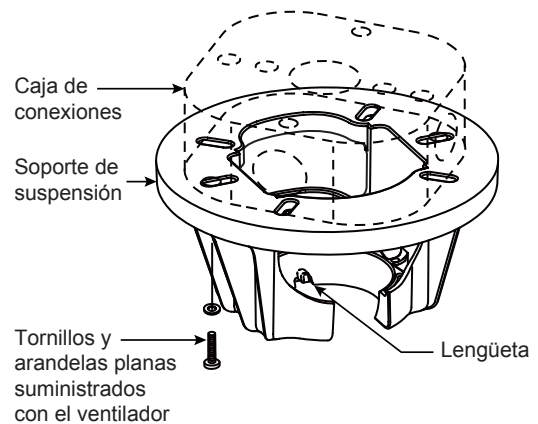

Figura 3
Uso del soporte (Figura 3)
3. Afloje los dos tornillos de fijación del soporte del barral de soporte para techo a través de la varilla. Introduzca los cables de color marrón, azul, rojo, gris y amarillo a través de la varilla. (Figura 3)
1. Fije adecuadamente el soporte colgante a la caja de empalme del techo que sea aceptable para el soporte del techo. Usando los tornillos de la caja de conexiones #8-32 y las arandelas planas suministrado con el ventilador. (Figura 3)
NOTA: Se deben pasar los tornillos de la caja de conexiones a través de los orificios que se encuentran en el soporte de suspensión. (Figura 3)
3. Con cuidado, levante el ventilador y apoye la unidad del barral/de la semiesfera en el soporte de suspensión que acaba de fijar a la caja de conexiones. (Figura 4) Asegúrese de que la ranura en la semiesfera esté alineada con el reborde del soporte de suspensión. (Figura 3)
2. Deslice el receptor en el soporte de suspensión antes de realizar el cableado como se muestra en la figura 3.
- 3.** Para que el ventilador sea funcional. Retire la lengüeta del aislador de la batería antes de usar el transmisor. A continuación, siga el proceso de fijación remota de código. Si no se utiliza el ventilador durante un largo periodo de tiempo, extraiga la batería para evitar cualquier daño al transmisor. Almacene el mando a distancia en un lugar alejado del calor o la humedad excesiva. (Figura 3)